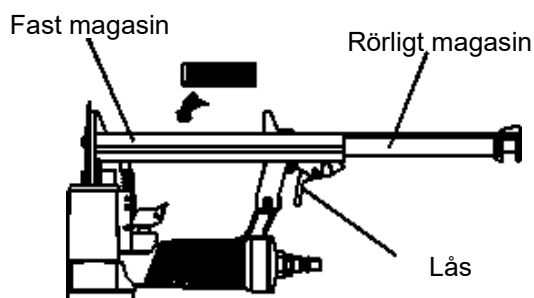

Fig. 2
1. Kontrollera om verktyget behöver smörjas. Droppa vid behov två droppar olja i tryckluftsanslutningen, se fig. 2. Om du använder smörjenhet kontrollerar du om du behöver fylla på olja.